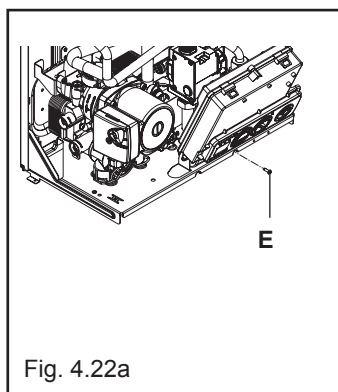

Fig. 4.22a
- svitare le vite (E) di fissaggio del cruscotto (fig.4.22a)
- sollevare, quindi ruotare il cruscotto verso di sé (fig.4.22a)
- Rimuovere il mantello, abbassare il cruscotto verso di sé (Fig. 4.22a) dopo aver svitato la vite (E) (fig.4.22a)